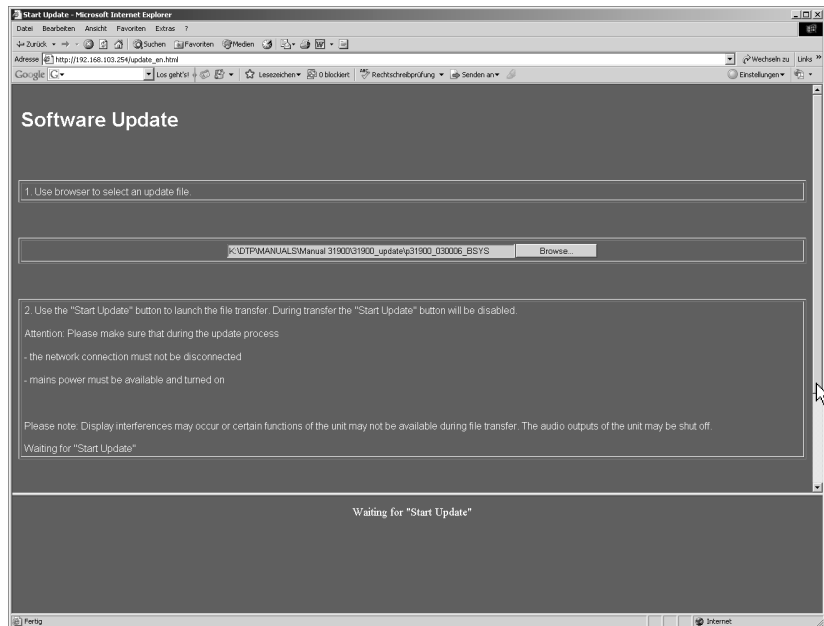

Bild 8-7: Auswahl der Update-Datei und Verschieben der Seite mit dem Scroll-Balken
- Nach Auswahl der Update-Datei schieben Sie die Seite nach oben, indem Sie den grauen Balken am rechten Bildschirmrand nach unten ziehen (siehe Mauszeiger in Bild 8-7).